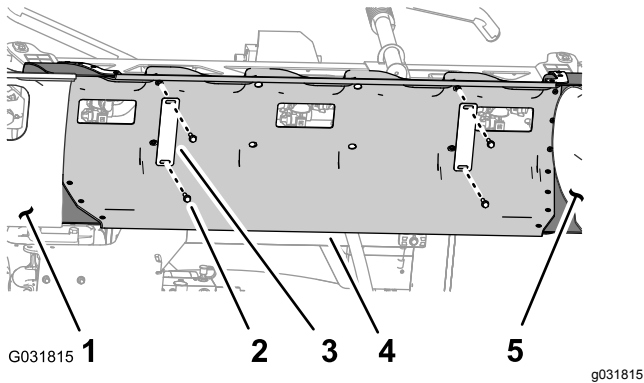

Figura 39
1. Sujetando la cubierta de la sección central (11 boquillas), retire los 4 pernos con arandela prensada (5/16" x 1 1/4") y las 2 pletinas de sujeción que fijan la cubierta al soporte de la cubierta (Figura 39).